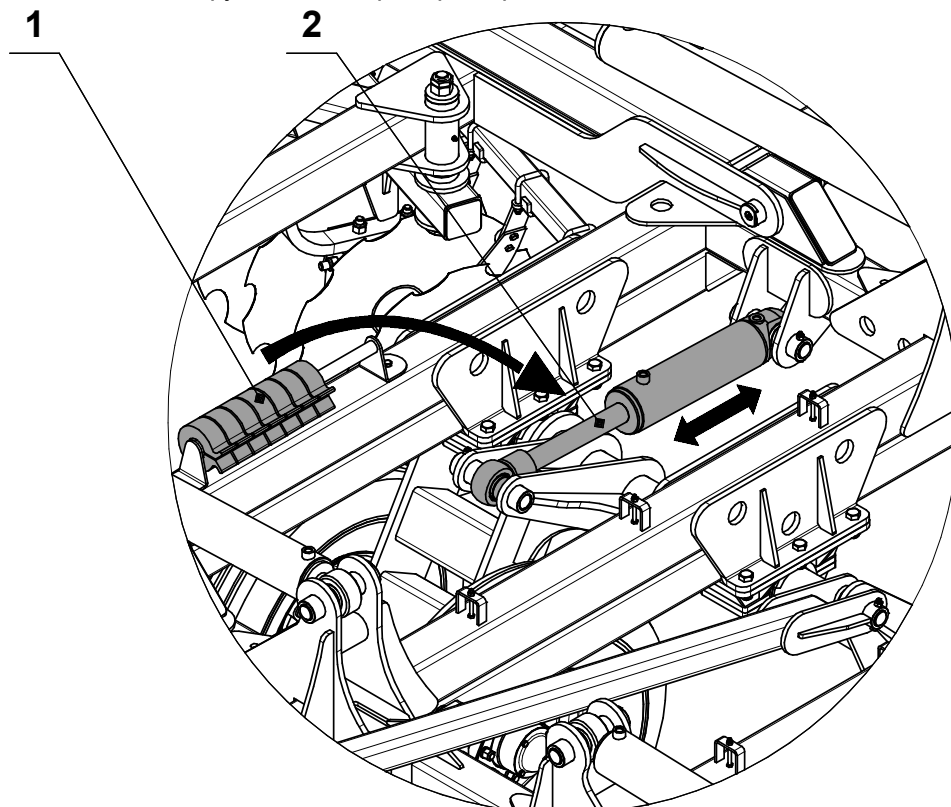

Рис.3-Регулировка рабочей глубины бороны тяжелой дисковой "TORNADO -7000"
Регулировки рабочей глубины осуществляется за счёт изменения количества клипс **поз.1 (рис.3)** на поршневых штоках гидроцилиндров рычага транспортных колёс **поз.2 (рис.3)** правого и левого.
2. Измените количество дистанционных упоров **поз.1 (рис.3)**.